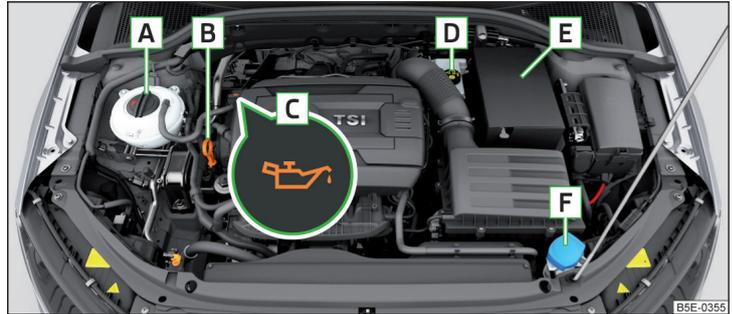

Abb. 291 Anordnungsbeispiel im Motorraum
- Den Deckel der Motoröleinfüllöffnung **C** abschrauben » Abb. 291 auf Seite 264.